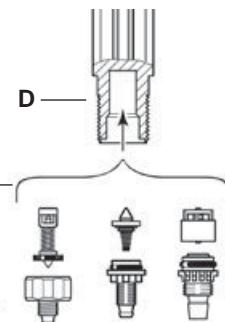

Fig. 17
- spoel de verschillende delen overvloedig met schoon water en zet ze weer in elkaar (fig. 17).
- druk de terugslagklep (fig. 17-P) tot achter in de doseerbuis (fig. 17-D), alleen de kegel mag nog uit de zuigbuis steken.